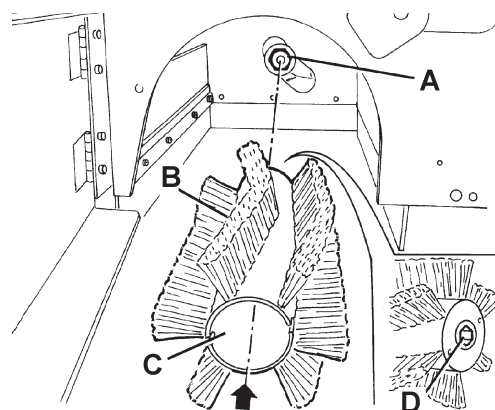

Figure 8
7. Contrôler que le moyeu entraîneur (A, Fig. 8) est propre et non obstrué par des objets (cordes, chiffons, etc.) enroulés accidentellement.
8. Installer le nouveau balai central, en orientant les poils (B, Fig. 8) comme indiqué dans la figure.
9. Installer le nouveau balai central (C, Fig. 8) dans la machine et s'assurer que sa prise (D) s'insère dans le relatif moyeu entraîneur (A).